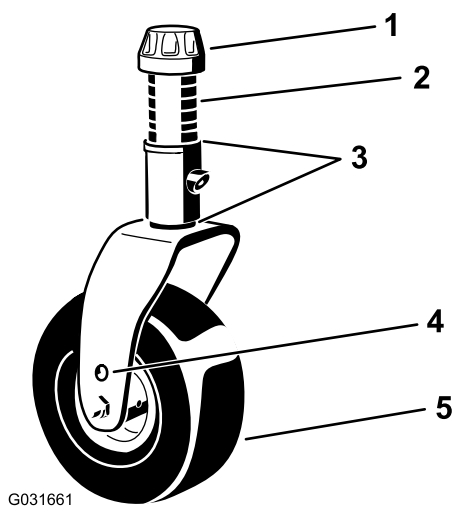

Figura 21
4. Utilizzando la chiave del cappuccio delle ruote orientabili, allentate il cappuccio di tensione e toglietelo dall'asse del perno della ruota orientabile ed estraete il perno dal braccio della ruota orientabile (Figura 21).